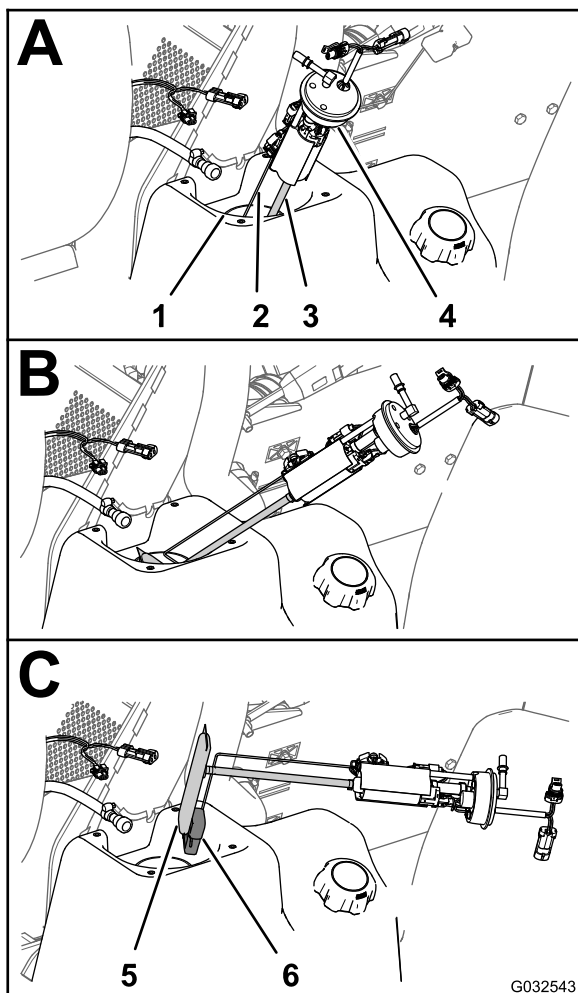
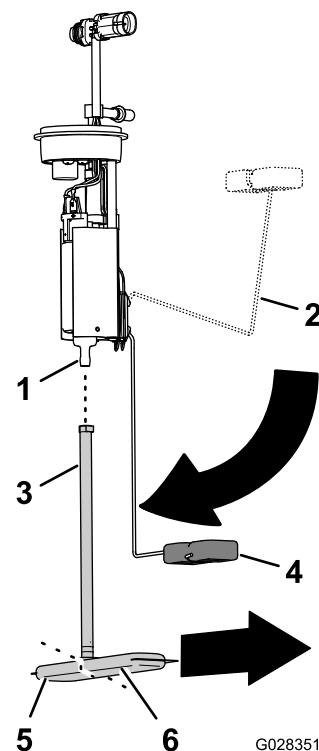

Figure 87
Figure 88
4. Soulevez et tournez avec précaution la pompe à carburant/transmetteur pour l'extraire du goulot du réservoir de carburant (Figure 87).
1. Détachez du raccord de la pompe à carburant le tube d'aspiration du filtre à carburant (Figure 88).
2. Alignez le tube d'aspiration du nouveau filtre à carburant et le raccord de la pompe à carburant (Figure 88).
3. Alignez la longue patte du filtre à carburant sur le flotteur quand le bras du flotteur à la position vide (Figure 88).
4. Insérez le raccord de la pompe à carburant dans le tube d'aspiration jusqu'à ce que le raccord soit parfaitement engagé (Figure 88).
1. Soutenez le bras de flotteur et le tube d'aspiration ensemble, et glissez le flotteur et le filtre à carburant dans l'ouverture du réservoir de carburant (Figure 87).
2. Insérez la pompe à carburant/transmetteur dans le goulot du réservoir (Figure 87 et Figure 88).
3. Placez l'écrou et le joint par dessus la pompe à carburant/transmetteur et sur le goulot du réservoir de carburant, et serrez l'écrou à la main (Figure 87).
4. Branchez le raccord du flexible de carburant au raccord de la pompe à carburant (Figure 87).
5. Rebranchez le connecteur à 2 douilles du faisceau de la machine au connecteur à 2 broches de la pompe à carburant/transmetteur; rebranchez le connecteur à 2 broches du faisceau de la machine au connecteur à 2 broches de la pompe à carburant/transmetteur (Figure 87).